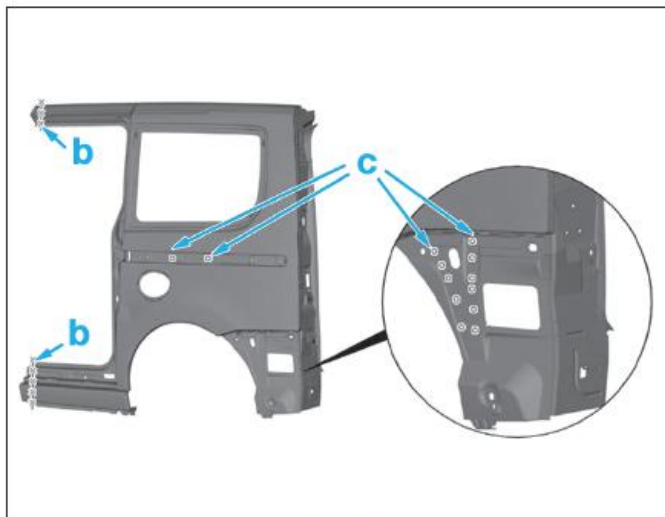

FIG. 84
- Percer au diamètre 6,5 mm (c) pour un soudage ultérieur (Fig.84)